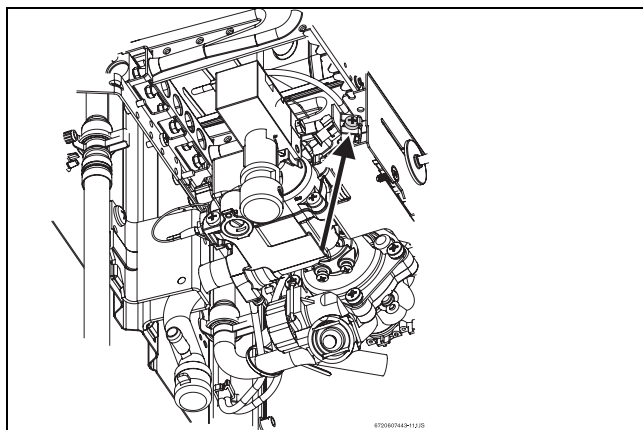

Fig. 15 Vite per regolazione della pressione minima
- ▶ Regolare la pressione mediante la vite (Fig. 15) attenendosi ai dati di pressione esposti nella tabella 5.